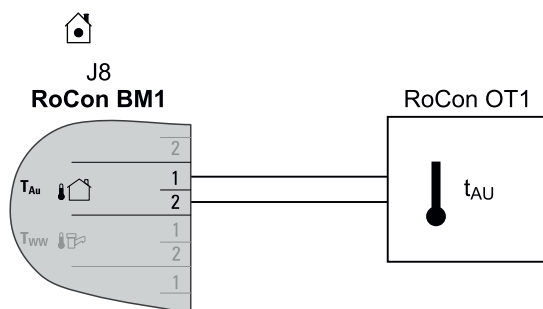

Fig. 4-23 Collegamento sonda di temperatura esterna RoCon OT1 a ROTEX HPSU compact (azionamento come soluzione singola ovvero come master in un bus di dati)
- Collegare la linea della sonda all'ingresso J8 della scheda RoCon BM1 (v. fig. 4-23).